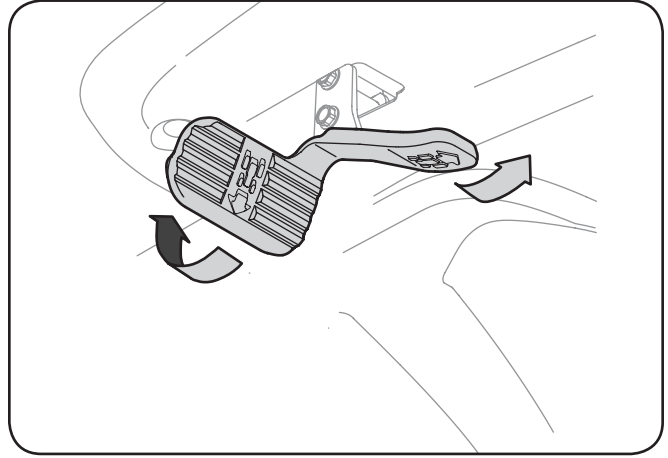

Figure 5-1
2. Pour vous déplacer en MARCHÉ AVANT, appuyez lentement sur la pédale d'accélérateur jusqu'à l'obtention de la vitesse désirée. Voir la Figure 5-1.
3. Pour vous déplacer en MARCHÉ ARRIÈRE, assurez-vous qu'il n'y a pas d'obstruction derrière vous, puis appuyez lentement sur la pédale d'accélérateur avec la plante de votre pied (et pas votre talon) jusqu'à l'obtention de la vitesse désirée. Voir la Figure 5-1.